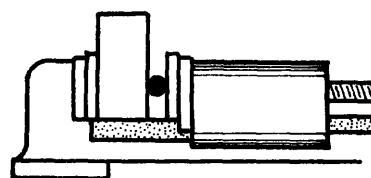

Fig. 1
- 1) Utilice para el montaje de la pieza (si es necesario), elementos de fijación auxiliares como cuñas, rodillos o suplementos (fig.1).